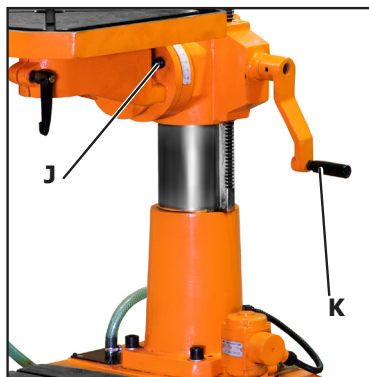

Рис. 8
Наклон стола (рис. 8)
Для сверления заготовок под определенным углом, на станке предусмотрен наклон стола в диапазоне $\pm 45^\circ$. Для наклона стола необходимо ослабить 2 винта (рис. 8) повернуть стол на необходимый угол и зафиксировать винтами (J).
Подъем стола (рис. 8)